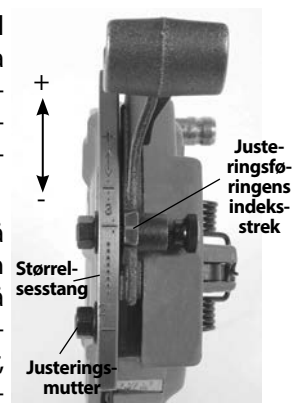

Figur 16 – Sette inn gjengebakker
3. Fjern gjengebakkene fra gjengebakkeholderen. Sett de riktige gjengebakkene inn i gjengebakkeholderen, med den nummererte kanten opp. Tallene på gjengebakkene må stemme med tallene på sporene på gjengebakkeholderen (se Figur 16). Gjengebakkesporene har en kulesperre som samvirker med rillen på gjengebakkene når de er riktig installert. Skift alltid ut gjengebakkene som et sett – ikke bland gjengebakker fra ulike sett.